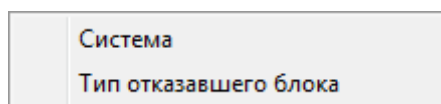

Рис. 26-22 – Контекстное меню
4) Если в качестве системы выбран компонент с установленным флагом «Основная система», то откроется контекстное меню, в котором необходимо выбрать пункт «Система» для установления связи с этим компонентом как системой (рис. 26-22).